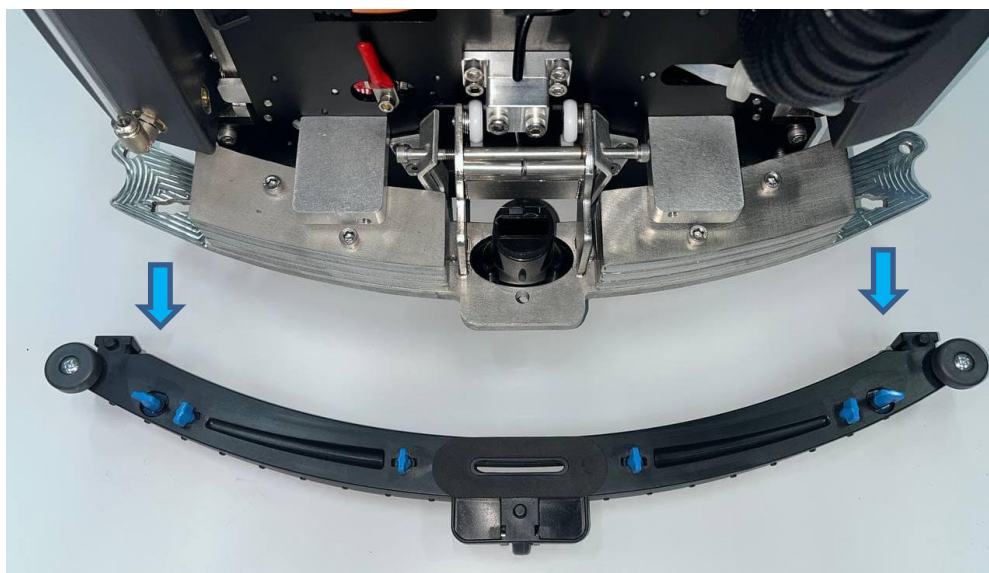

Fig. 2
2. Lijn beide bevestigingen uit met hun gat (Fig. 1) alvorens het zuigmondpatroon uit te trekken (Fig. 2).